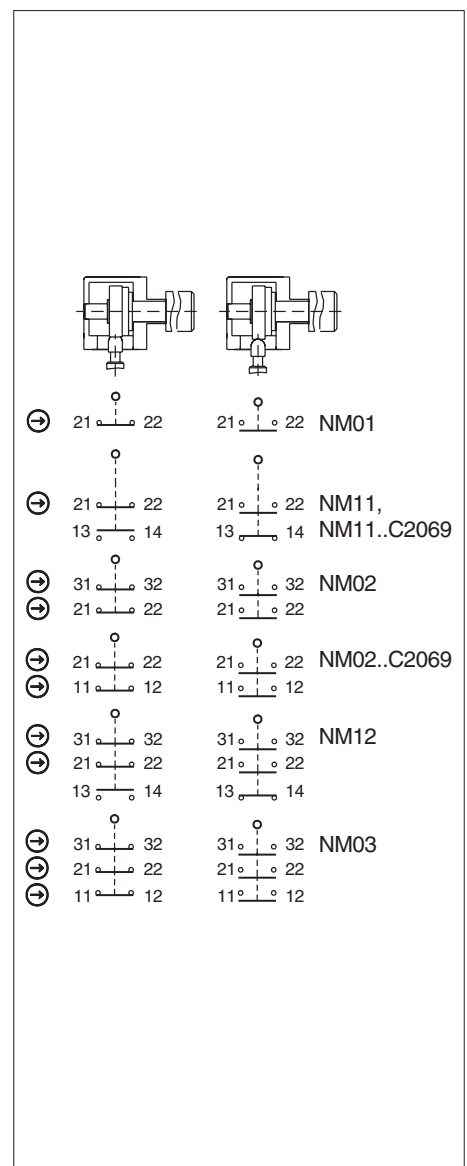

Fig. 3: Elementos interruptores y funciones de conmutación
Debe usarse como mínimo un contacto \ominus . Este señala la posición del resguardo (para la asignación de contactos, consulte la Fig. 3).
3. Apriete las conexiones y los bornes con 0,5 Nm (para la asignación de contactos, consulte la Fig. 3).